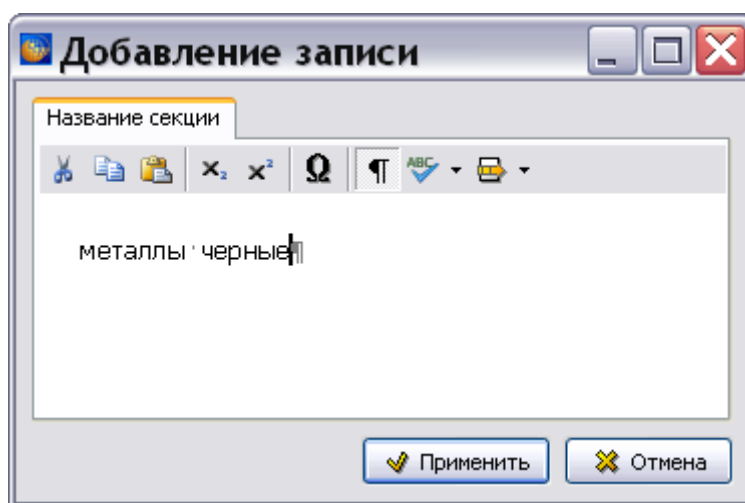

Рис. 11.3
2. В окне **Добавление записи** введите название раздела (Рис. 11.3). Возможно автоформатирование текста, вставка символов, копирование в буфер обмена и вставка из него.